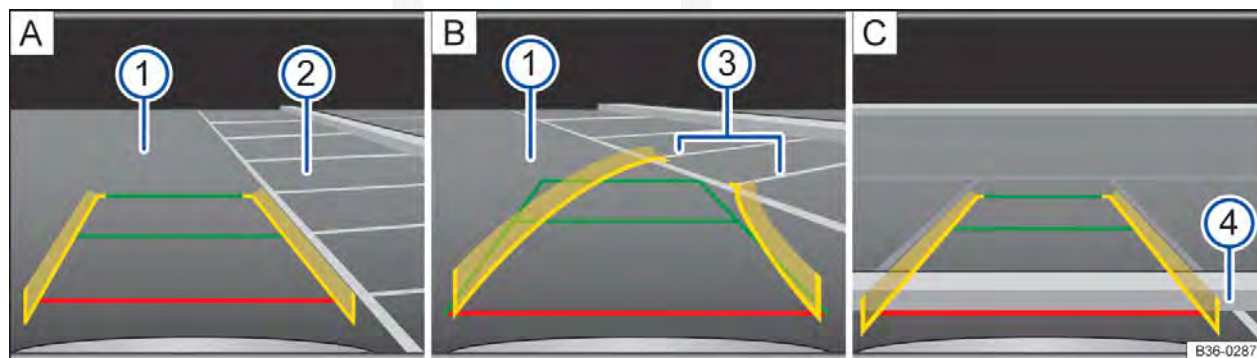

Fig. 157 Exibição do display da câmera de marcha a ré: entrar na vaga no modo 1.
Legenda para Fig. 157:
4.	Posicionar o veículo na frente da vaga de estacionamento ② ⇒ Fig. 157 A .
6.	Conduzir lentamente para trás e manobrar de modo que as guias amarelas sejam guiadas ao longo das linhas de limitação lateral ③ da vaga de estacionamento selecionada B . Observar a seguinte mensagem: Controlar a trajetória do veículo! ⇒ ▲ em Introdução ao tema na página 222!
7.	Alinhar o veículo na vaga de estacionamento selecionada de modo que as guias verdes e amarelas fiquem em cima das linhas de limitação lateral ③ da vaga de estacionamento selecionada.
8.	Parar o veículo o mais tardar ao atingir a guia vermelha de limitação traseira, por exemplo, meio-fio ④ C .